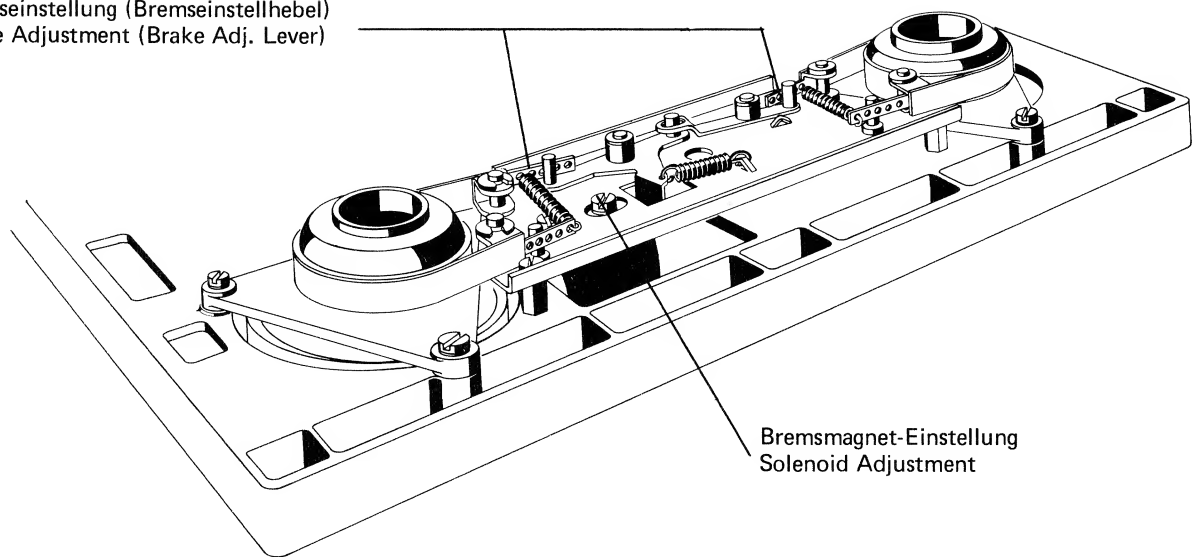

Fig. 3.2.—2
3.2.2. Einstellen der Bremsen (Fig. 3.2.—2)